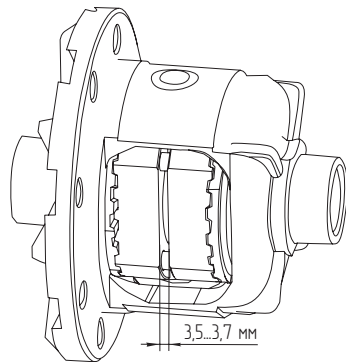

Рис. 3
9. Объедините обе распорные муфты со штифтами, пружинками и дистанционными кольцами в сборе в один пакет. Штифты одной муфты должны быть расположены напротив колодцев с пружинками другой муфты (**Рис. 3**).
13. Используя набор плоских щупов, измерьте зазор между муфтами как показано на **Рис. 3**. Зазор должен составлять от 3,5 до 3,7 мм.